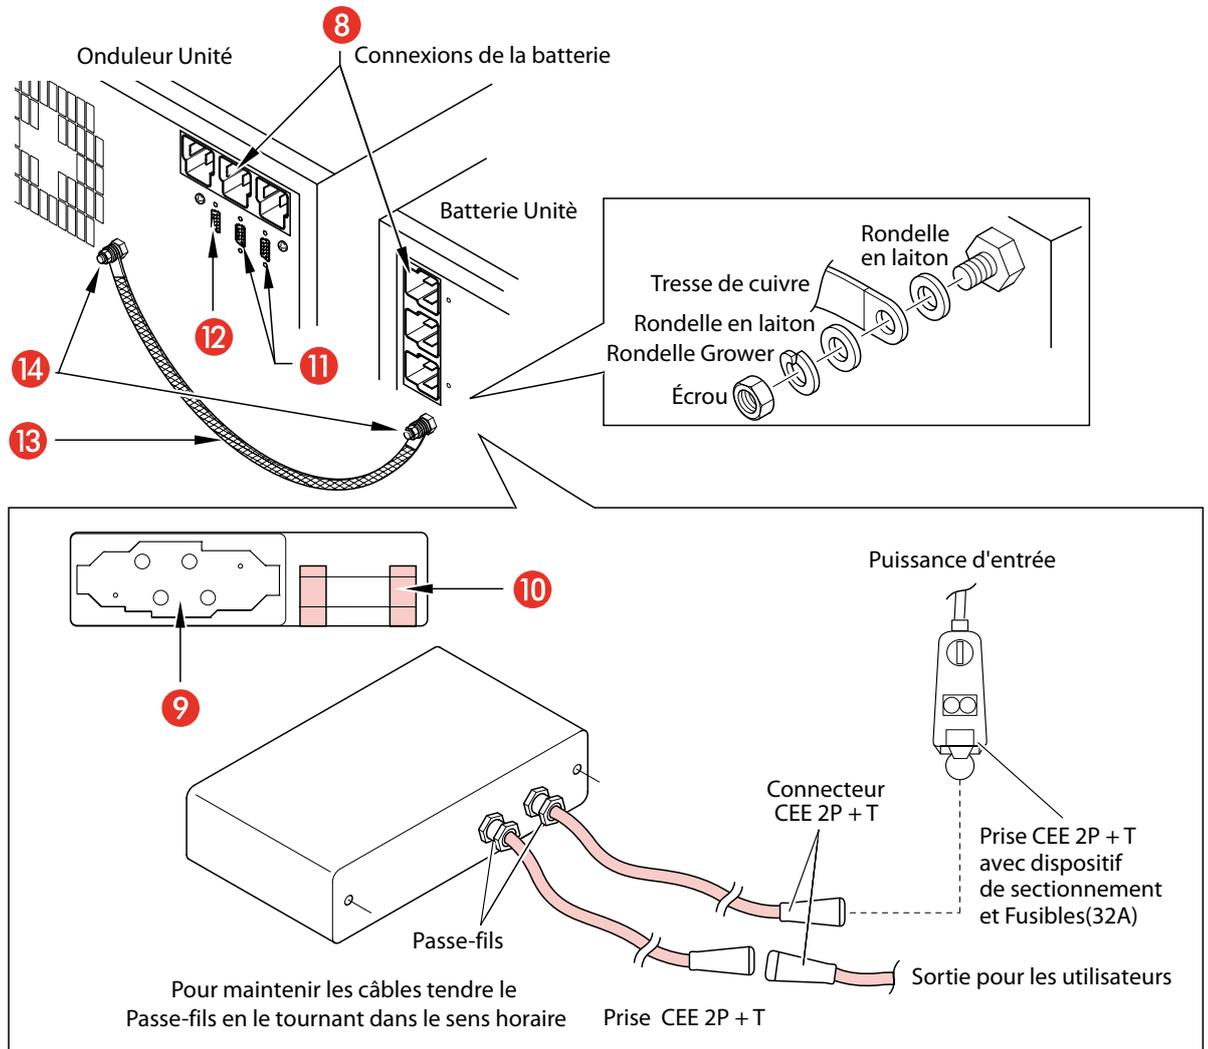

Fig. 6.
Bâti double (fig. 6):
2. Effectuez la connexion de mise à la terre entre les deux unités en utilisant la tresse en cuivre fournie (voir fig. 6).
7. Reliez le connecteur d'entrée-sortie à la fiche [9] derrière l'onduleur, en le fixant sur le châssis par les vis prévues à cet effet (voir fig. 6).